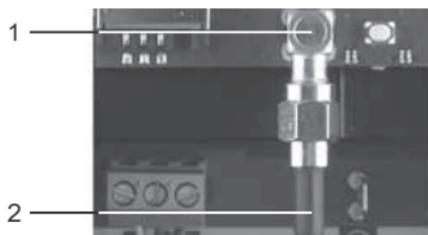

Fig. 2 Spina SMA-M
Collegare il cavo d'antenna (pos. 2) al modulo GSM (pos. 1) con una spina dritta SMA-M. Vedi fig. 2.